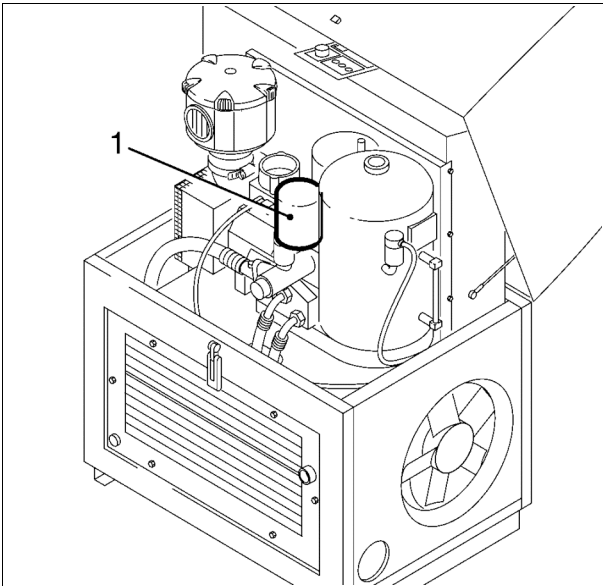

Bild 18
- Ölfilterpatrone (- 1 - Bild 18) mit geeignetem Werkzeug abschrauben